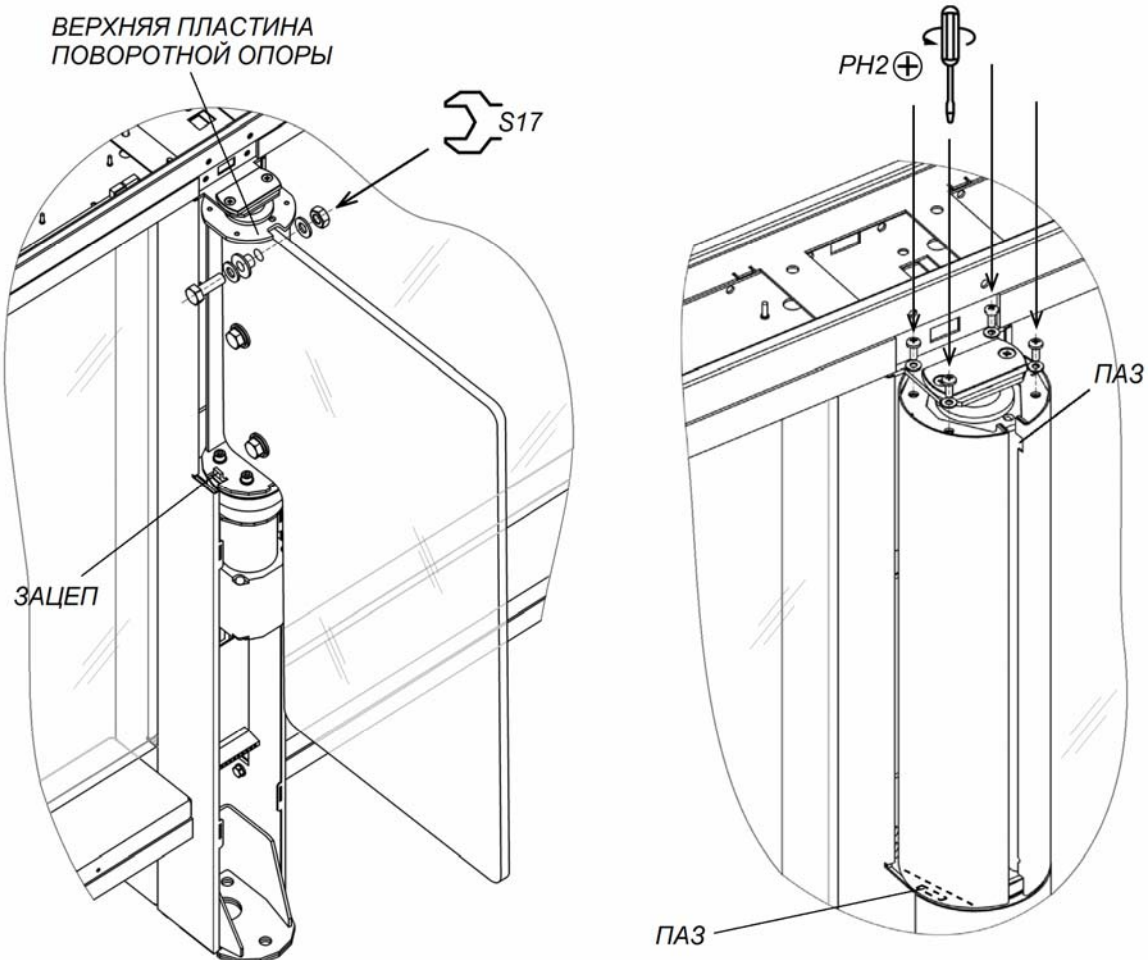

Рисунок 23. Створка и кожух створки
- Проконтролируйте состояние светодиодов на платах ДКЗП, расположенных в верхних (12) и нижних (15) коробах секций *Master* и *Slave* (в нижних коробах необходимо предварительно снять их крышки, см. разд. 8.8.8):
- в случае отсутствия связи между платами ДКЗП и платой управления светодиоды на платах ДКЗП будут мигать – необходимо проверить надежность крепления кабелей DC (19) и CAN (20) в клеммных колодках.
- Установите кожухи центральных стоек (5) (разд. 8.8.1).
- Установите кожухи створок (4) (см. рис. 23, разд. 8.8.5) (взять в комплекте принадлежностей).
Снятие или установку створки производите вдвоем. Створка к поворотной опоре крепится в трех местах при помощи болтов M10×30, шайб 10, втулок пластиковых и гаек M10 (см. рис. 23). Используйте рожковые ключи S17.
2. Смонтируйте одну из частей кожуха на поворотную опору створки. Для этого оденьте кожух на верхнюю пластину поворотной опоры через пазы в верхней части кожуха, после чего сдвиньте кожух вниз до конца, введя нижний паз кожуха в зацеп, расположенный в нижней части поворотной опоры (см. рис. 23).